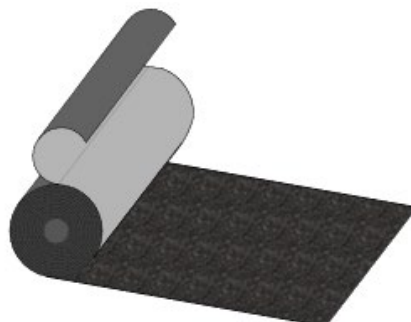

Fig. 6 - Start Line SA
- Come fila di partenza, utilizzare la Start Line SA: una fascia di membrana bituminosa autoadesiva con superficie granigliata, alta 33 cm, a cui rimuovere il film posteriore protettivo per la posa - Fig. 6;